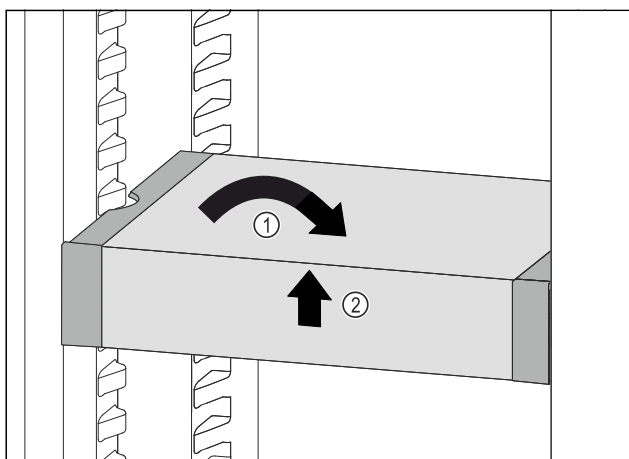

Fig. 32
- ▶ Placer VarioSafe lige, Fig. 32 (1)
- ▶ Løft VarioSafe op foran, Fig. 32 (2)